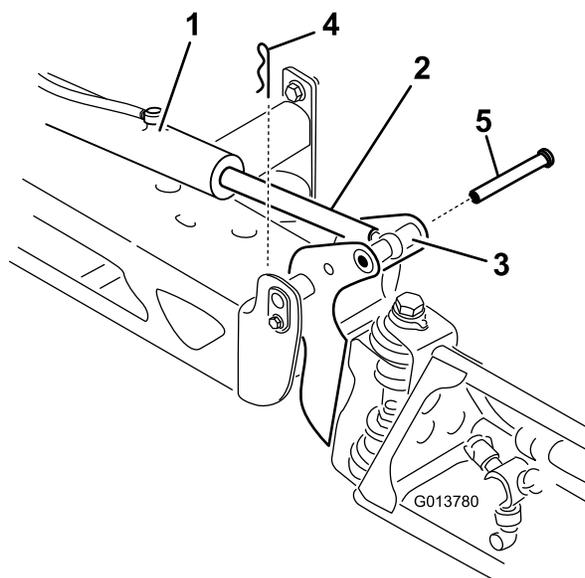

Рисунок 96
2. Извлеките шплинт из оси поворота (Рисунок 96).
3. Поднимите стрелу, извлеките штифт и медленно опустите стрелу на землю (Рисунок 96).
8. Удерживая стрелу, проденьте штифт сквозь ось поворота стрелы и шток привода (Рисунок 96).